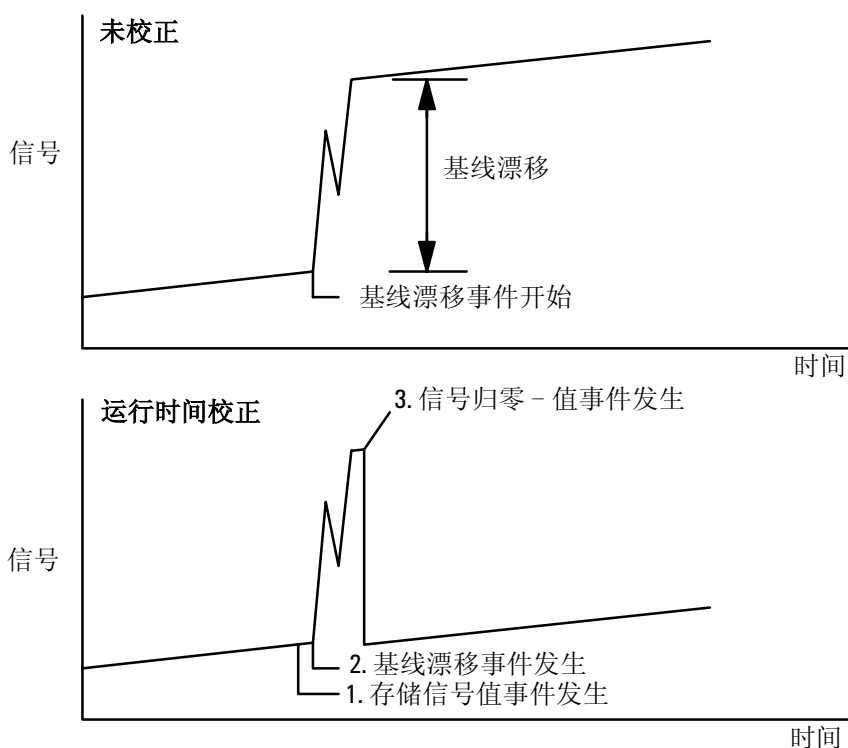

图 2. 校正基线漂移
- 信号归零-值 (Signal Zero - Value)——这一数值改变了受漂移干扰的基线，则从所有未来信号值减去存储信号值事件的值来补偿。当这两个事件围绕基线漂移行为起作用时，结果得到上述水平的新基线。存储事件必须在基线漂移之前发生，而归零值 (Zero-Value) 事件必须在漂移基线稳定之后发生。参见图 2。